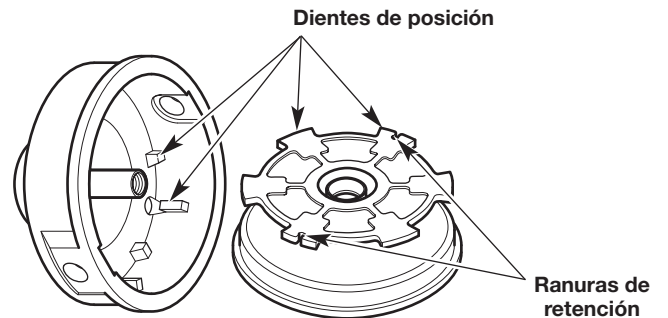

Fig. 28
6. Controle los dientes de posición y las ranuras de retención para detectar si están desgastados (Fig. 28). Si es necesario, elimine las rebabas o reemplace el carretel interior y la bobina exterior.